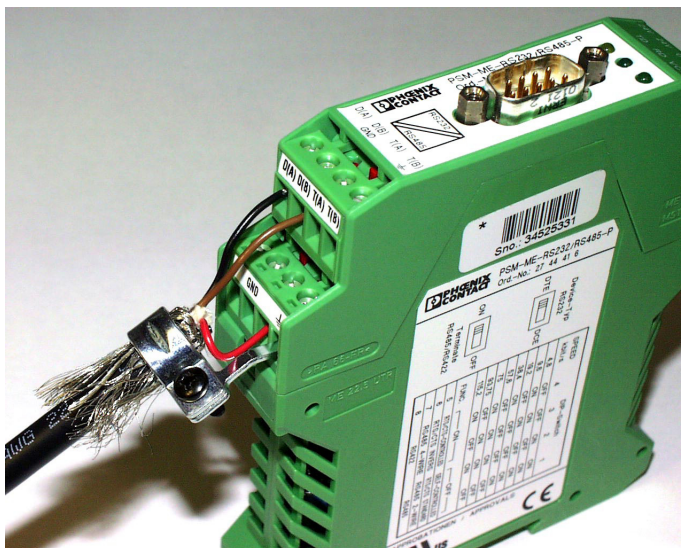

Fig. 8.2. Anschließen des RS485 Konverters
Herstellen und Anschließen des Kabels an den Konverter (Fig. 8.2):
- Schließen Sie die 3 Drähte an die Klemmen des RS-485 / RS-232 Converters an (wie in Abb. 8.2 dargestellt).